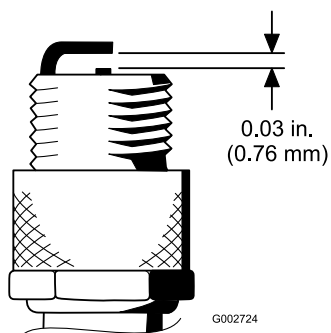

Рисунок 29
4. Установите между центральным и боковым электродами зазор 0,76 мм; см. Рисунок 29. Установите имеющую правильный зазор свечу зажигания и уплотнительную прокладку, затяните свечу с моментом 23 Н·м. Если динамометрический ключ не используется, надежно затяните свечу.